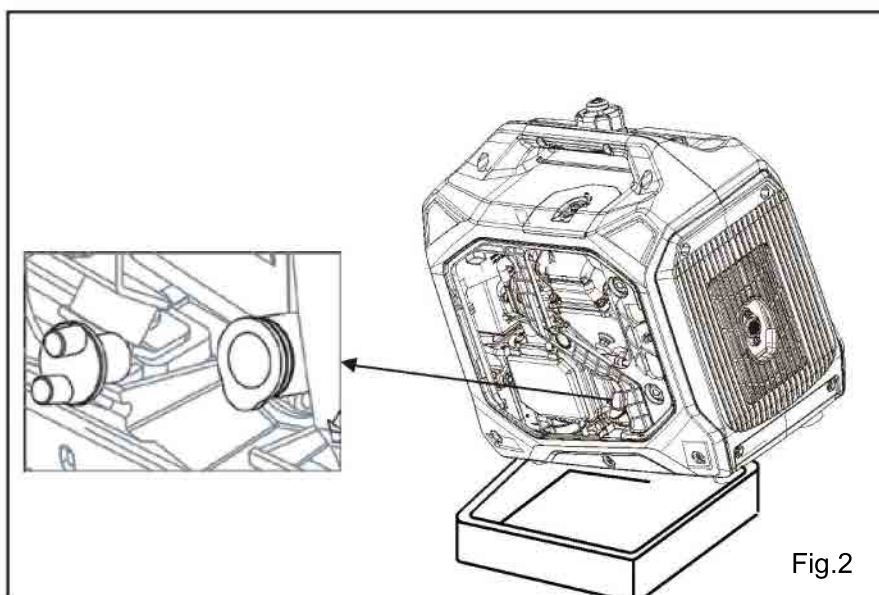

Fig.2
- Placez une cuvette à huile devant le bouchon de remplissage d'huile (Fig. 2). Retirez le bouchon puis inclinez la machine pour permettre à l'huile de s'écouler dans la cuvette. À l'aide d'un essuie-tout ou d'un chiffon, essuyez toute huile renversée. Éliminez l'huile usagée dans un centre de recyclage d'huile.